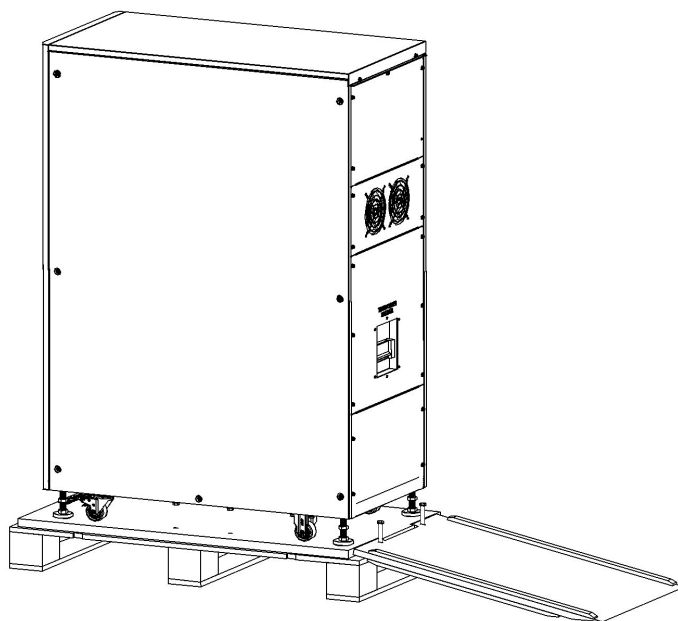

Figure 3-6A
5. Glisser lentement l'appareil de la palette (Figures 3-6A et 3-6B).